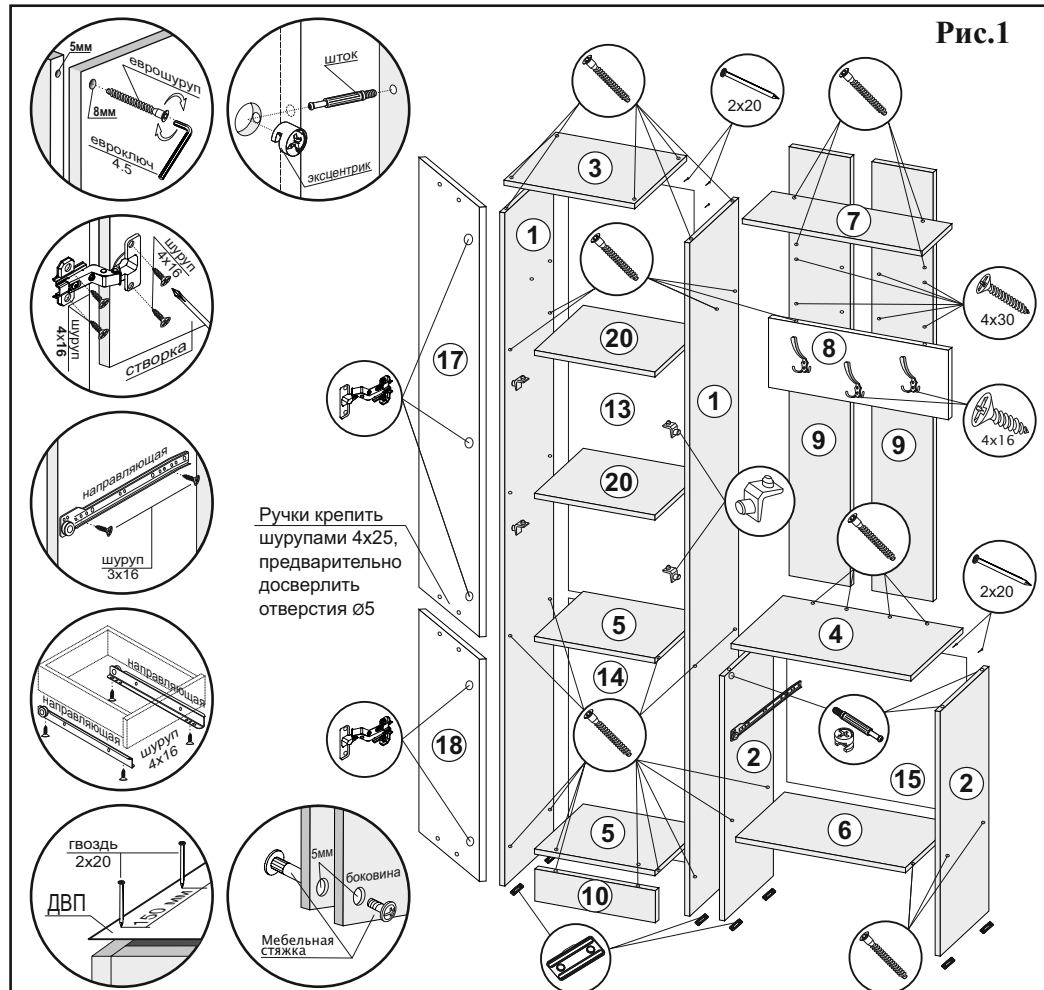

Рис.1
3. Собрать короб пенала. Соединить боковины (1), крышу (3), стяжки (5) и цоколь (10) еврошурупами. Перевернуть изделие лицевой частью вниз и замерить диагонали секции (они должны быть равны: +/- 2мм). Прибить гвоздями 2x20 ДВП (13,14) к задней стенке пенала.
4. Собрать короб тумбы. К боковинам (2) прибить гвоздями 2x20 подпятники и монтировать направляющие шурупами 3x16 по наметкам (рис.1). Соединить боковины (2) и стяжку (6) еврошурупами. К собранному изделию монтировать крышу (4) с помощью эксцентриков.
5. Собрать вешалку. Соединить планку (8) с задней стенкой (9) шурупами 4x30. Развернуть стяжку (7) сверловкой к боковине пенала и монтировать к задней стенке (9) еврошурупами.
6. Соединить заднюю стенку вешалки (9) с крышей тумбы (4) с помощью еврошурупов (рис.1).
7. Досверлить отверстия ø8 в боковине (1) и монтировать к пеналу стяжку (7) еврошурупами.
8. Снять пенал с тумбой межсекционными стяжками, предварительно просверлив отверстия ø5 в боковинах (1,2) (желательно под крышкой (4) и стяжкой (6)) (рис.1).
9. Перевернуть изделие лицевой частью вниз и прибить гвоздями 2x20 ДВП (15) к задней стенке тумбы (рис.1).
11. Вставить полки (20), используя полкодержатели с фиксатором (рис.1).
12. Прикрутить ручки (96 мм) шурупами 4x25 к створке (19) и к створкам (17,18), предварительно досверлив отверстия ø5 в зависимости от расположения створок (L/R) (рис.1, рис.1.1).
14. Прикрутить крючки к планке (8) шурупами 4x16 (рис.1).
15. **После сборки всего изделия необходимо его крепить к стене с помощью дюбель-винта** (желательно над стяжкой (7)).